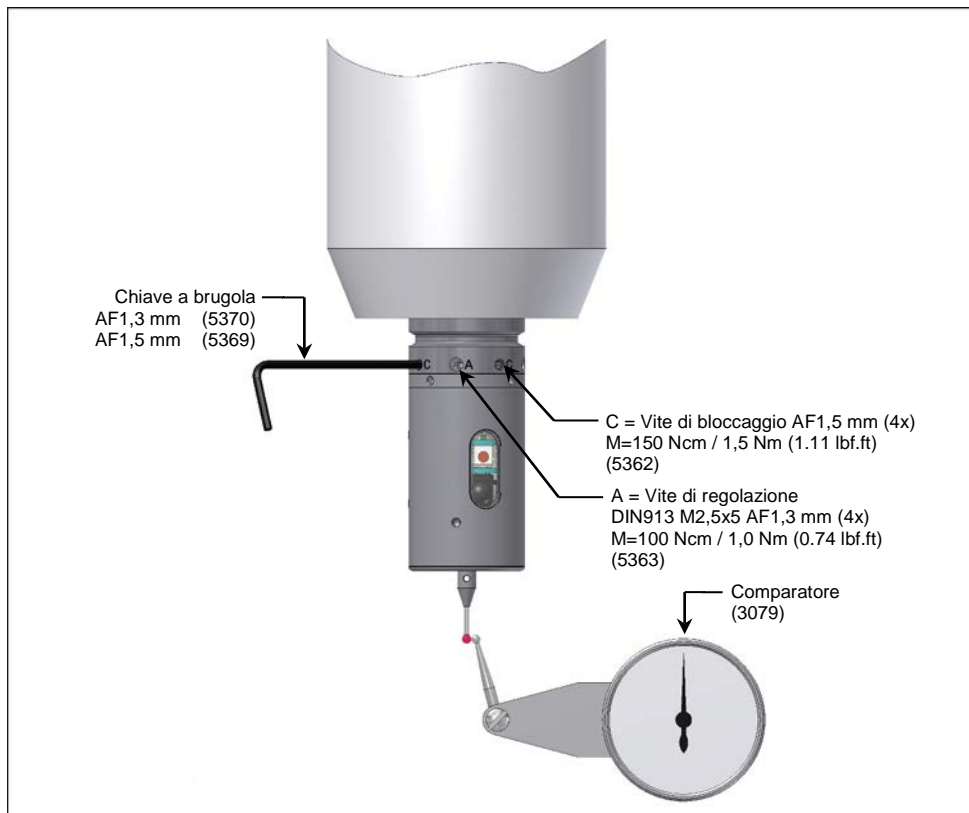

Fig. 8 Regolazione del centraggio dello stilo
1. Rilasciare le viti di bloccaggio C (Fig. 8) (4x) quindi ribloccarle leggermente.
2. Registrare lo stilo all'interno dei $20\ \mu\text{m}$ con le viti di regolazione A (Fig. 8) (4x).
3. Bloccare un po' di più le viti di bloccaggio C (Fig. 8) (4x).
4. Registrare lo stilo all'interno dei $5\ \mu\text{m}$ con le viti di regolazione A (Fig. 8) (4x).
5. Bloccare le viti di bloccaggio C (Fig. 8) (4x).
6. Bloccare le viti di regolazione A (Fig. 8) (4x) contro le viti di regolazione opposte.